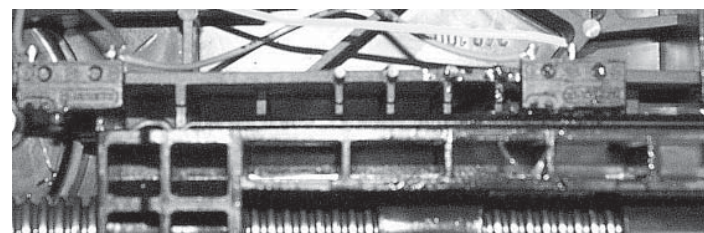
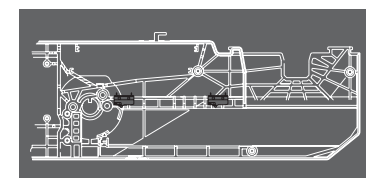

Abb. 7
Abb. 8
6. Endschalter Pos 2. (Hub 69) (Abb. 7, Abb. 8)